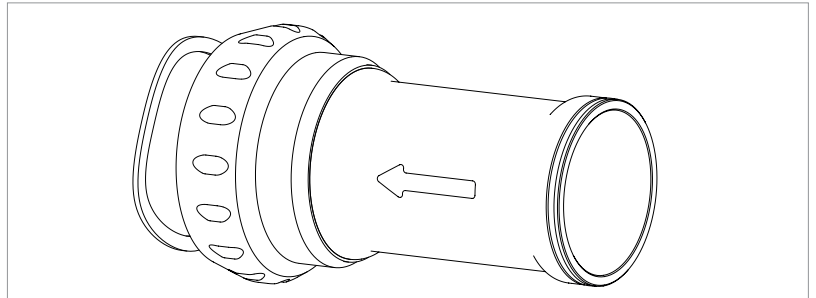

Abb.1
- Bevor Sie die Lagerschalen in das Innenlager montieren, führen Sie das Rohr in Pfeilrichtung in eine der beiden Lagerschalen ein (Abb. 1).